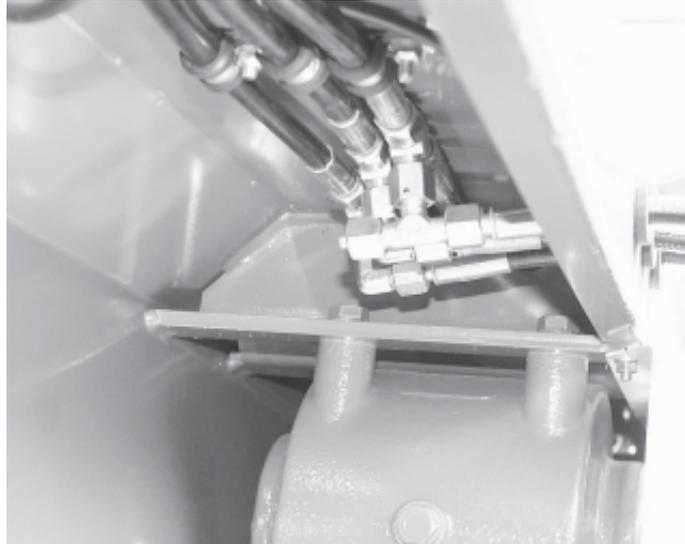

fig. 9
**Le temps de descente de la machine doit durer au moins huit secondes. Sinon régler le limiteur de descente (fig.9 + 10).**